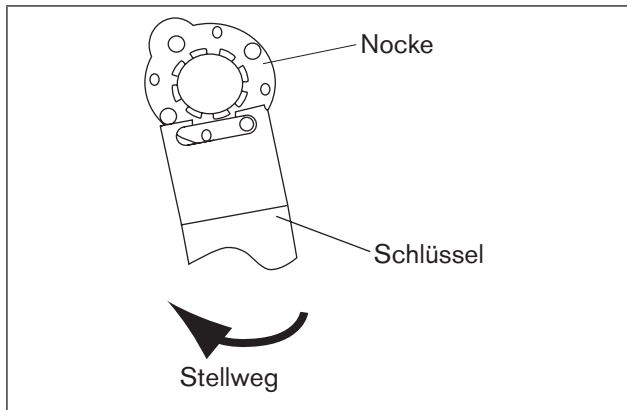
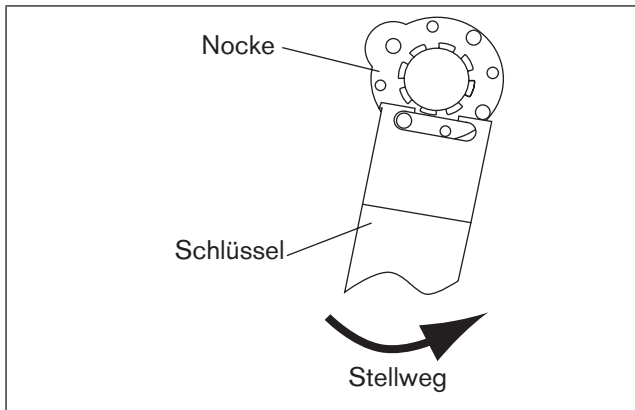

Bild 11: Endschaltereinstellung im Uhrzeigersinn
Bild 12: Endschaltereinstellung gegen den Uhrzeigersinn
- Die beiden oberen Nocken mit Hilfe eines geeigneten Schlüssels einstellen (siehe „Bild 11“ und „Bild 12“).